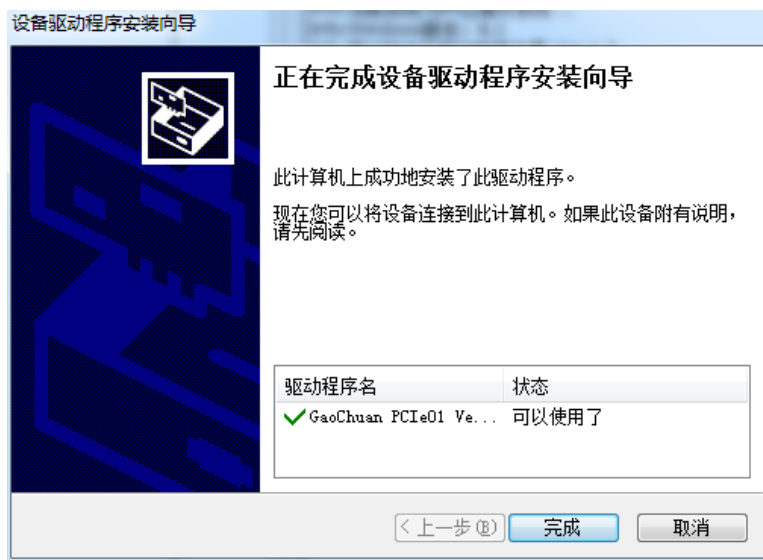

图 2.2.2 驱动安装完成
(2) 点击 Install(安装)->下一步->完成，如图 2.2.2 驱动安装完成；